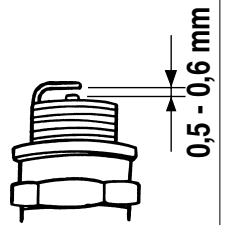

Fig.39
1) Odkręcić śrubę pokrywy (fig.39).